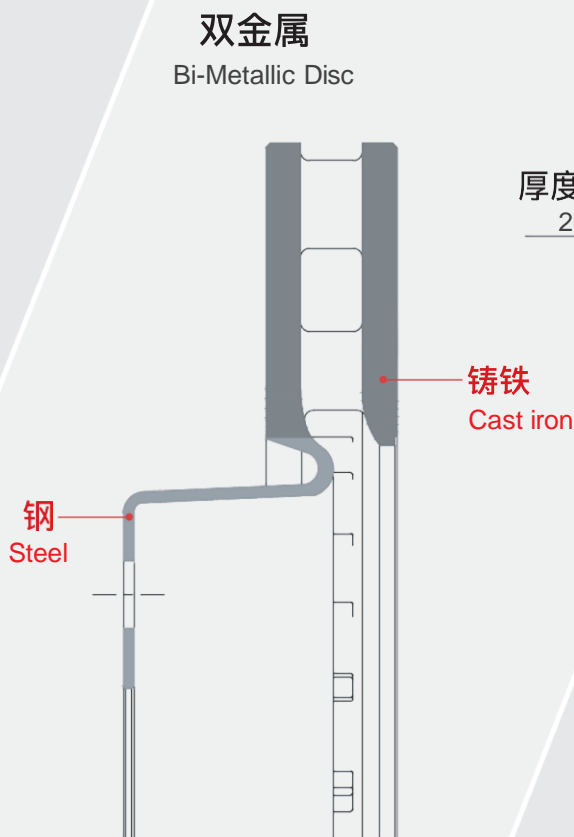

图1 (Pic.1)
- 奔驰汽车在2014年之后生产的新款C级/E级/GLC/GLS/S级等车型上大范围使用了双金属盘的设计(见图1);